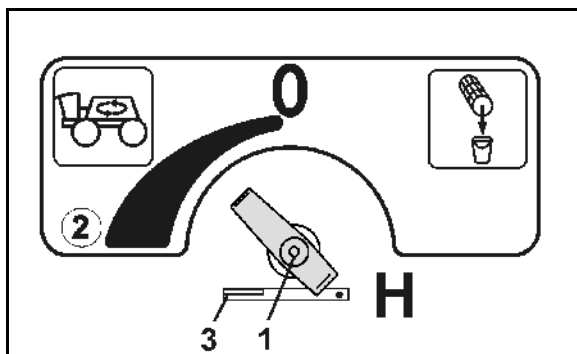

Fig. 62
- L'organe agitateur complémentaire est réglée au niveau du robinet sélecteur (Fig. 62/1).
Chaque organe agitateur est désactivé lorsque le robinet de réglage est en position **0**. La puissance d'agitation maximale est obtenue en position **1** (Fig. 62/2).